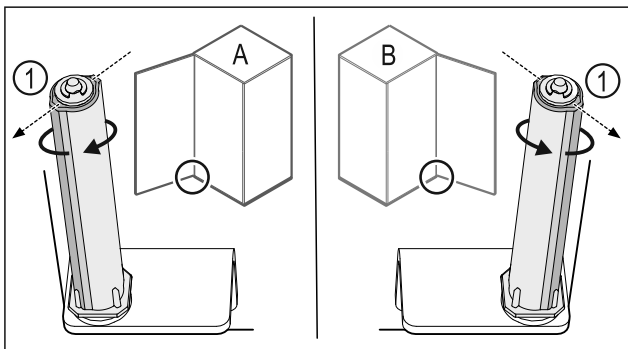

Fig. 41 Bal oldali ütköző (A) / Jobb oldali ütköző (B)
- ▶ Forgassa el a zárrendszert az ellenállással szemben, amíg a zárrendszer Fig. 41 (1) támasztója kifelé nem mutat.